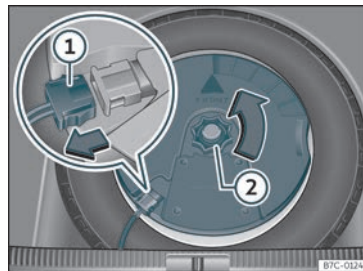

Fig. 228 Al maleter: desmuntar el subwoofer.
- Desconnecteu el cable de l'altaveu *subwoofer* »» fig. 228 ①.
- Gireu la rodeta de fixació en sentit contrari a les agulles del rellotge »» fig. 228 ②.